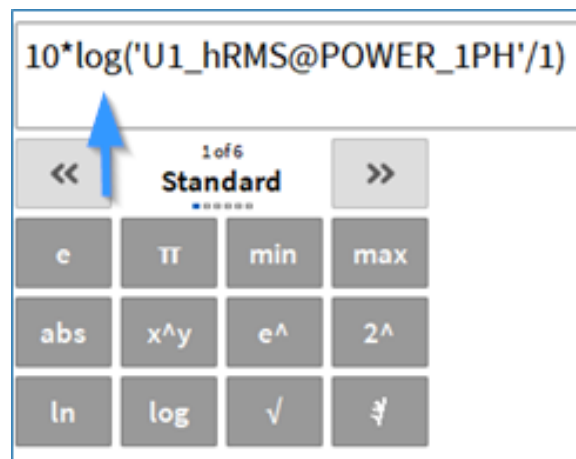

Abb. 7.75: Standardoperatoren in Kombination mit Array-Kanälen
- Standardoperatoren (siehe Abb. 7.75)